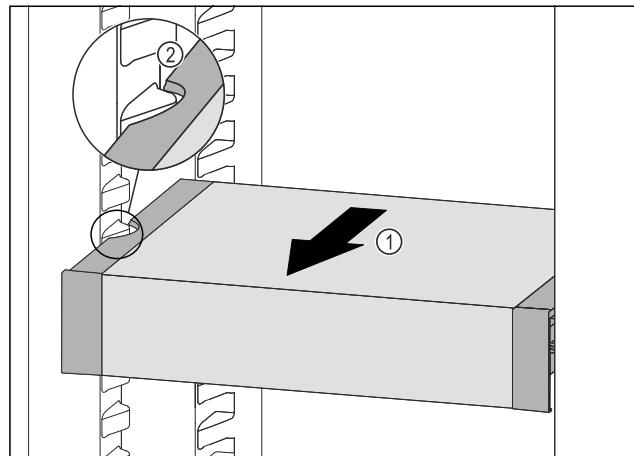

Fig. 68
- VarioSafe vucite prema naprijed Fig. 68 (1) sve dok se bočni otvori ladicu VarioSafe ne nađu na visini žlijeba spremnika u hladnjaku. Fig. 68 (2)